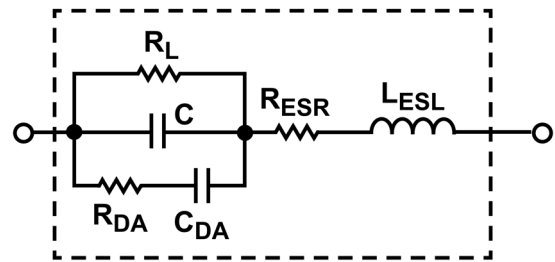

図 173. コンデンサの一般モデル
ADMV1455のRF接続は、DCカップリングしていると見なされます。システム内の他のコンポーネントからのDC電圧がこれらのRF接続に存在する場合は、DC阻止コンデンサを、これらのピンと直列に配置することを推奨します。DC阻止コンデンサは必ず、フィルタの動作周波数に基づいて選択する必要があります。一般に、100pFを超える値であれば、低い動作周波数側での挿入損失を最小限に抑えるのに十分です。高い動作周波数側では、選択するコンデンサの寄生成分への考慮が必要になる場合があります。図 173 に、寄生成分のあるコンデンサの一般的なモデルを示します。寄生直列インダクタンス (LESL) は、そのインピーダンスが 10GHz を超える周波数で支配的になる可能性があるため、通常は最も懸念されます。リーク抵抗 (RL)、誘電体吸収抵抗 (RDA)、誘電体吸収容量 (CDA)、電気直列抵抗 (RESR) などの他の寄生成分はそれほど考慮すべき重要な成分ではありませんが、完全を期すためにここに示します。